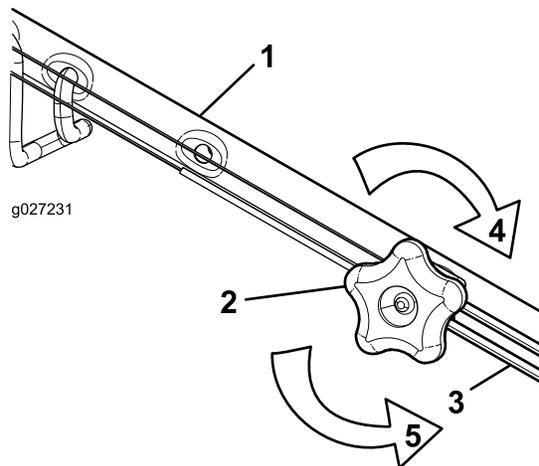

Figura 33
- Gire el pomo de ajuste en sentido antihorario para aflojar el cable (Figura 33).
- Ajuste la tensión del cable (Figura 33) tirando del mismo hacia atrás o empujándolo hacia adelante, y manténgalo en esa posición.